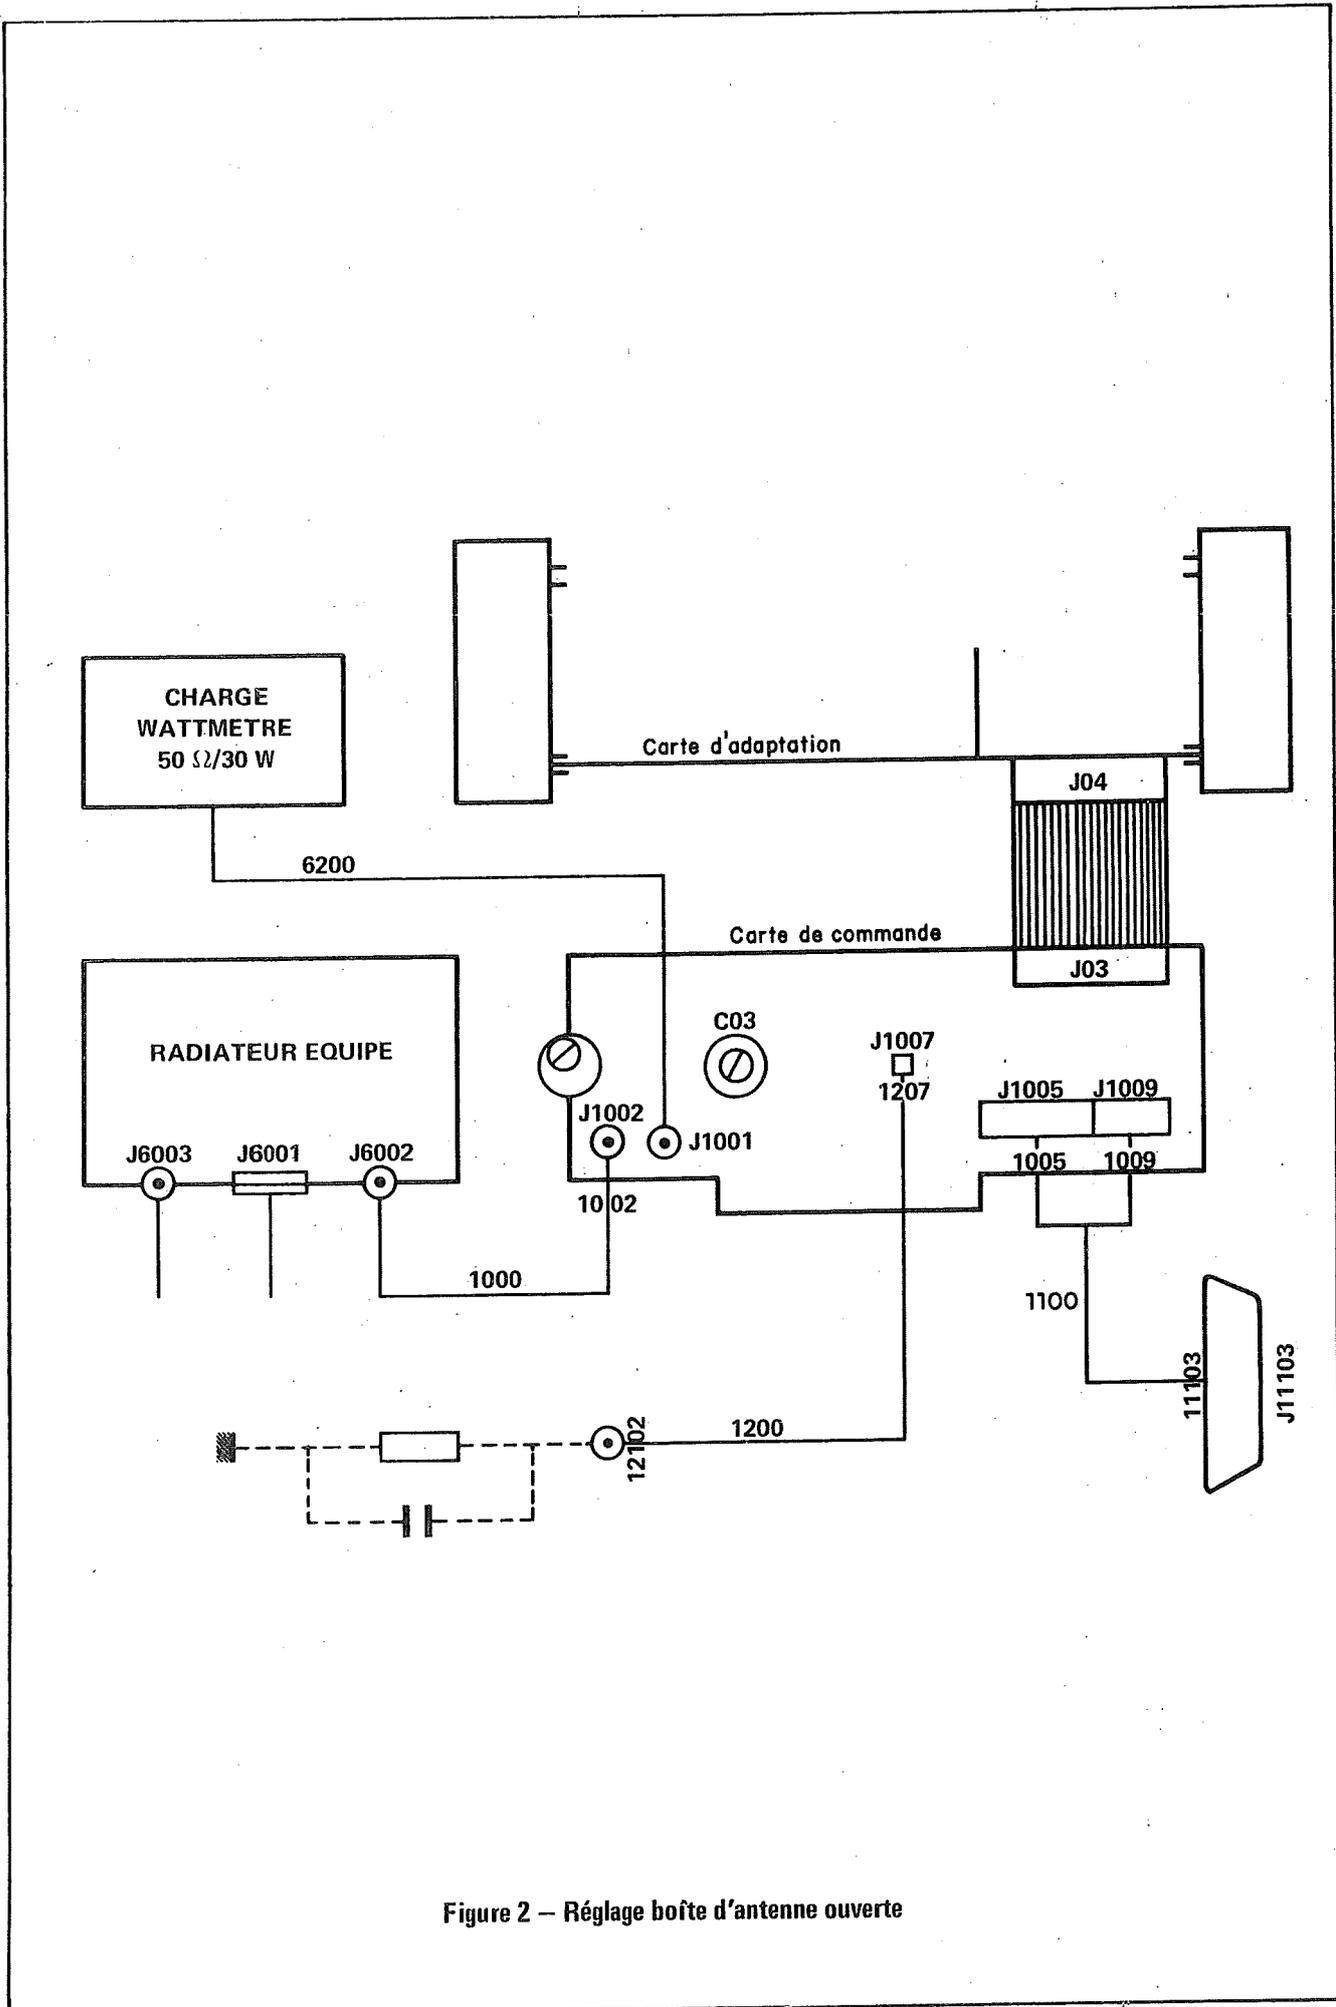

Figure 2 — Réglage boîte d'antenne ouverte
- Effectuer le montage de la figure 2 :